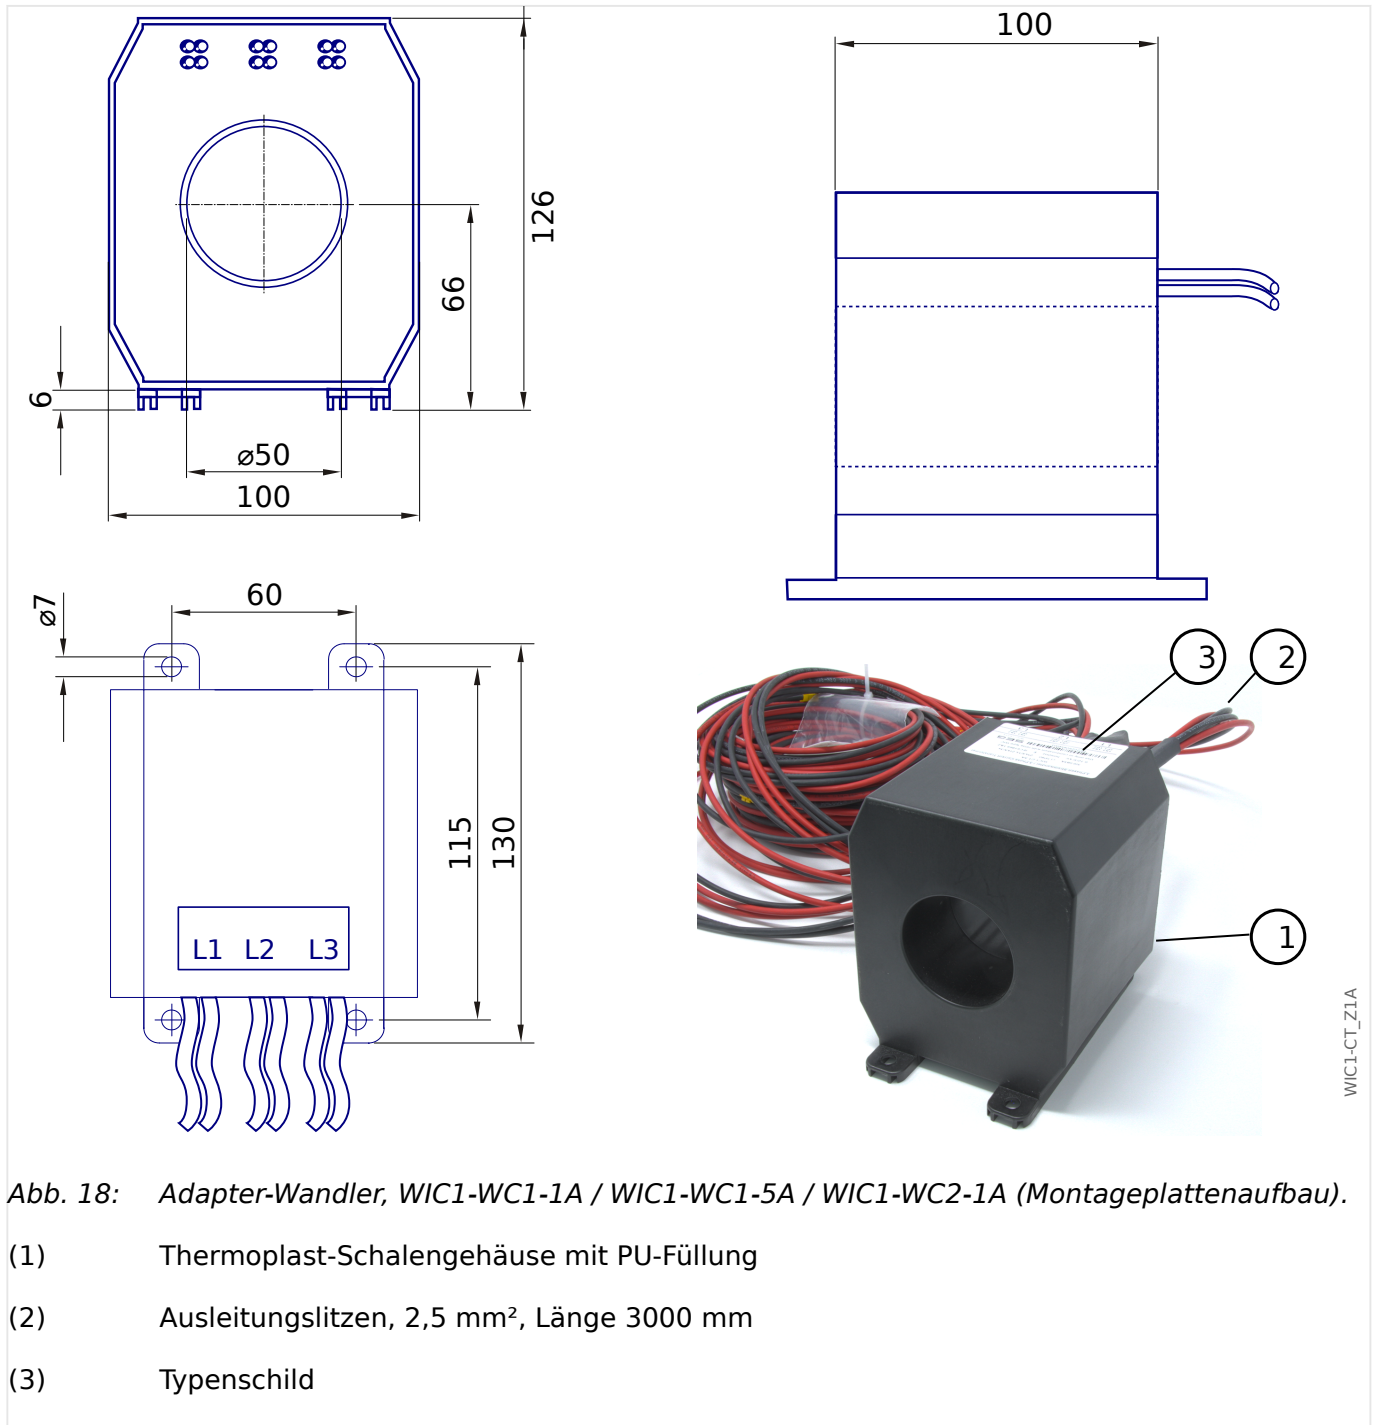

Abb. 18: Adapter-Wandler, WIC1-WC1-1A / WIC1-WC1-5A / WIC1-WC2-1A (Montageplattenaufbau).
- Das Gehäuse (siehe ↪Abb. 18) beinhaltet drei Adapter-Wandler für alle drei Stromphasen. Sie benötigen also nur ein Exemplar, siehe auch ↪„WIC1-WC Adapter-Wandler für 1A / 5A“.